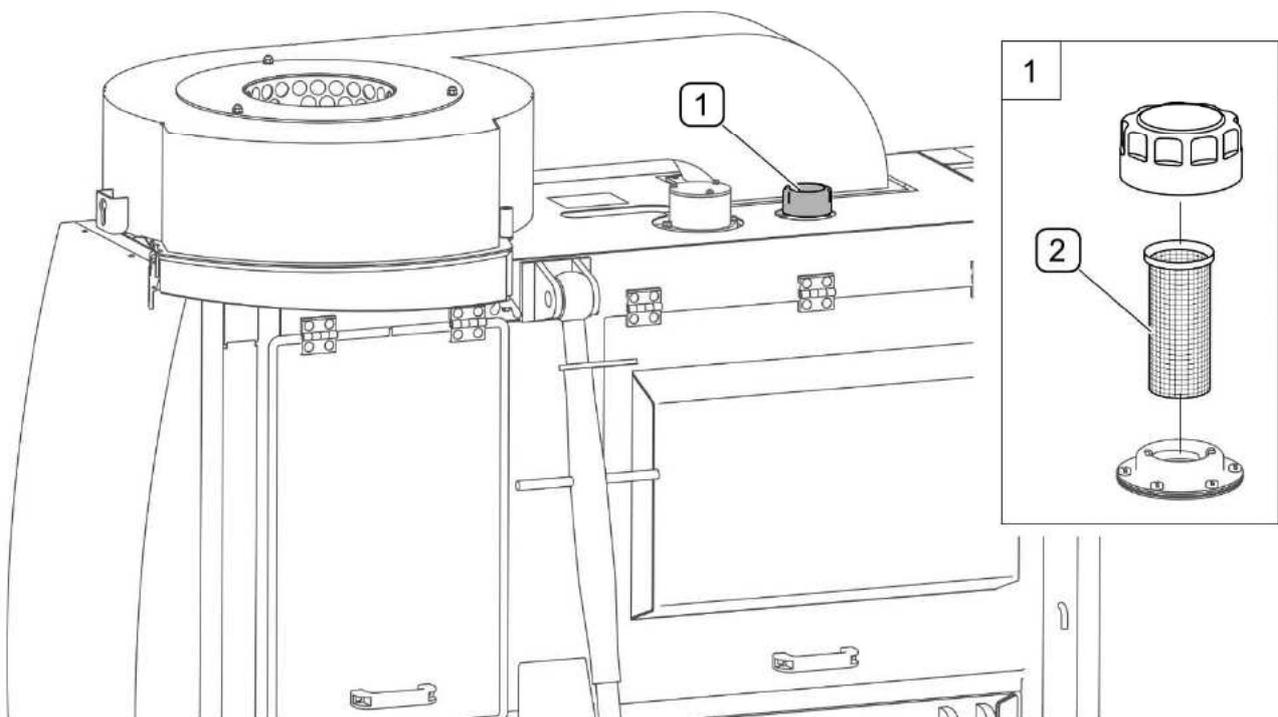
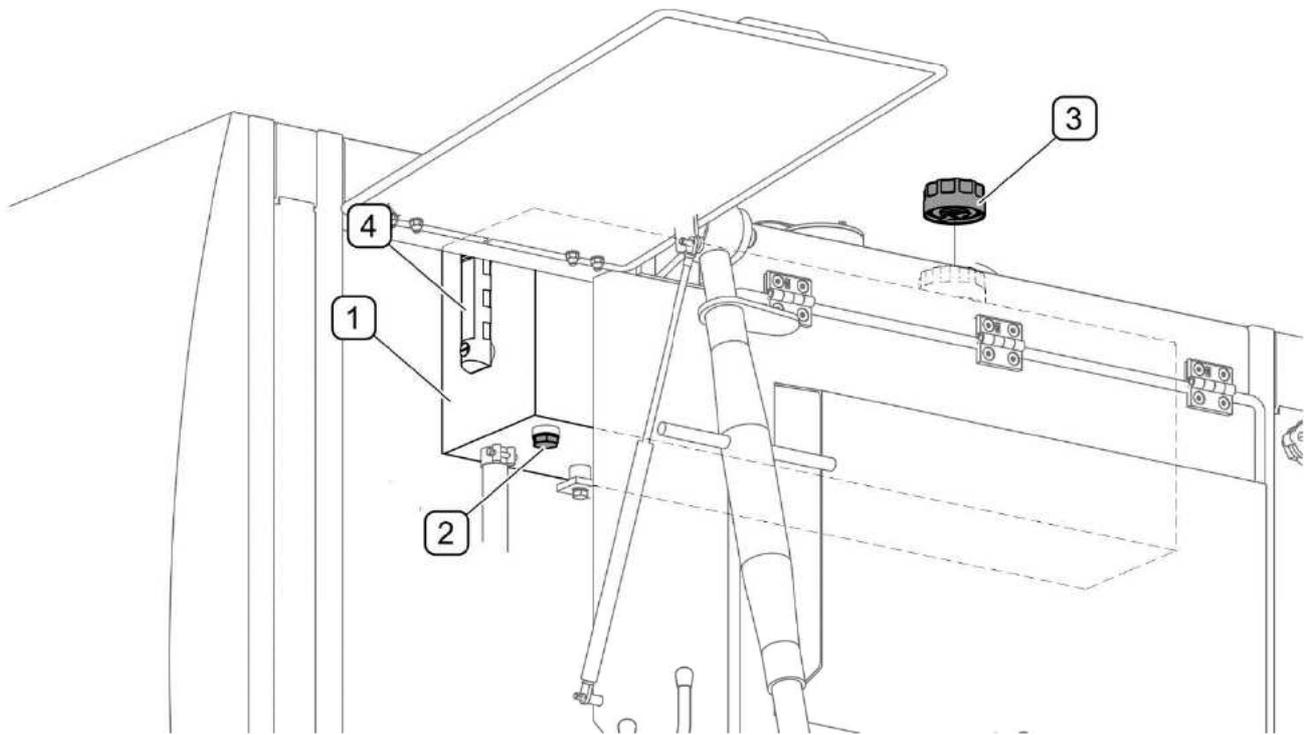

ABB. 5.20 Einfüllfilter
ABB. 5.21 Austausch des Öls im Hydrauliköltank
Der Einfüllfilter (ABB. 5.20) befindet sich in der Einfüllöffnung und muss regelmäßig auf Verschmutzung kontrolliert werden. Den Tankverschluss (1) abschrauben und das Filtersieb (2) herausnehmen und mit einem Reinigungsmittel säubern.
Der Öltank (1) der Hydraulikanlage fast 40 Liter Hydrauliköl vom Typ HL-32. Der Ölstand muss regelmäßig an der Füllstandsanzeige (4) (ABB. 5.21) abgelesen werden. Bei einem Ölwechsel muss der Saugölfiltereinsatz ausgewechselt (ABB. 5.19) und das Filtersieb (ABB. 5.20) gereinigt werden. Die Hydraulikanlage entlüftet sich während des Betriebs der Maschine selbstständig.
Der Ölwechsel muss wie folgt durchgeführt werden (ABB. 5.21):